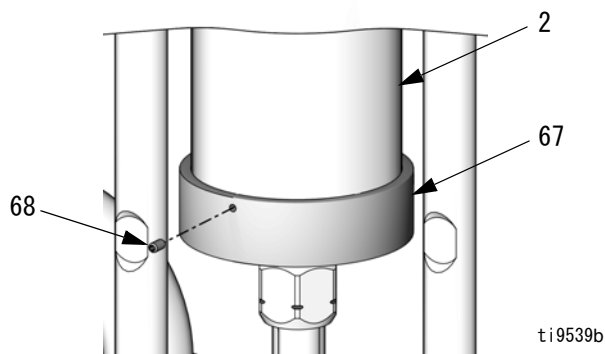

図 8. コレクタの取り付け
4. モーターを小刻みに運転してスライダピストン (9) をストロークの下端に動かし、結合ナット (14) の再接続を可能にします。
5. カラー (13) が結合ナット (14) 内の所定の場所にあることを確認します。
6. スライダピストン (9) の平面部に 3/4 インチレンチを置いて、結合ナット (14) を緩め付ける際に、スライダピストンの回転を防ぎます。レンチをタイロッド (3) またはスタンドのに寄り掛かるような方向に向けます。結合ナット (14) をスライダピストン (9) にはめて締め付け、102-108 N•m (75-80 フィート・ポンド) のトルクを与えます。
7. 図 8 を参照してください。コレクタ (67) を上に押してスライダシリンダ (2) の下の部分に動かし、しっかりと置きます。3 つの止めネジ (68) を指で締めて取り付けます。